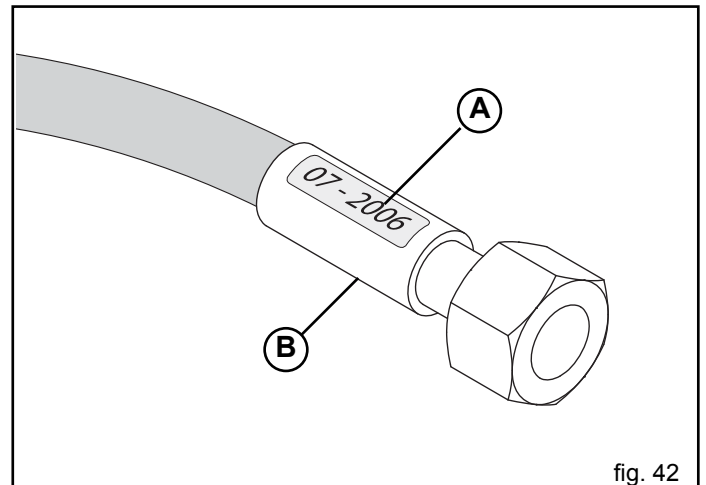

fig. 42
- perdite in prossimità dell'armatura del tubo (B, Fig. 42);
- corrosione dell'armatura (B, Fig. 42);
- superati i 5 anni dalla produzione (A, Fig. 42).